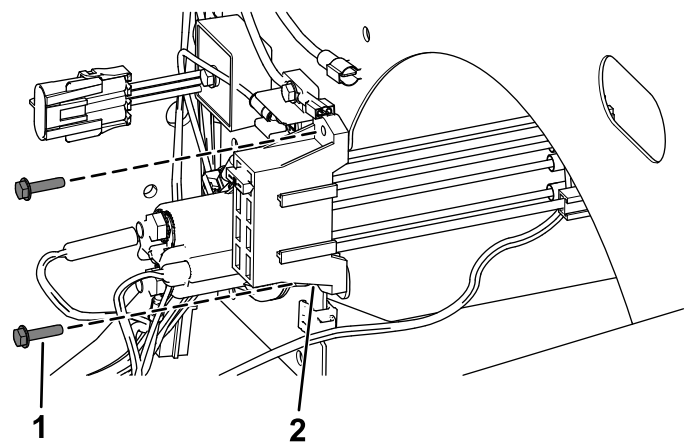

Bild 21
- Befestigen Sie den neuen Sicherungsblock mit den beiden Blechschrauben, wie in **dargestellt**, gilt für Maschinen bis zur Seriennummer 403448001 Bild 21.